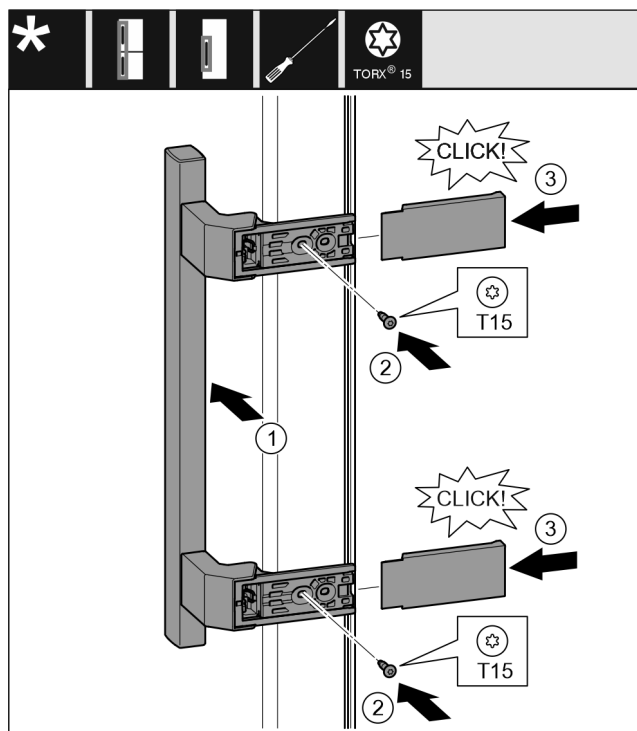

Fig. 20
- ▶ Nasad'te madlo na protilehlé straně. Fig. 20 (1)
- ▶ Šroubovákem T15 pevně utáhněte šrouby. Fig. 20 (2)
- ▶ Z boku nasad'te a nasuňte kryty. Fig. 20 (3)